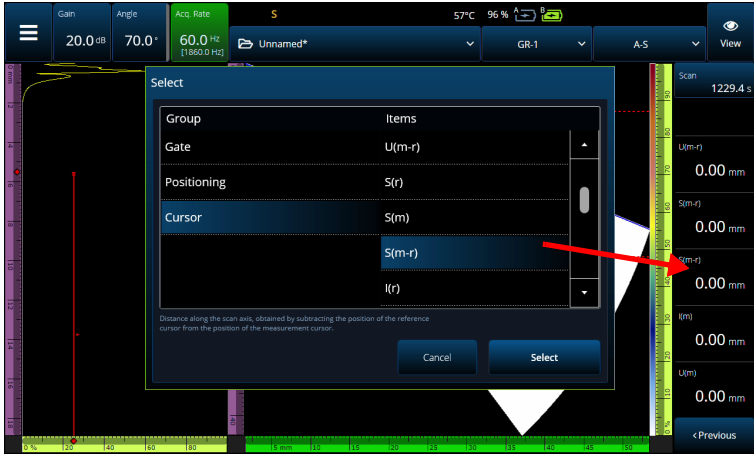

Figura 2-64 Exemplo de seleção de leitura
- b) Com **Select Reading** (selecionar leitura), você pode substituir uma leitura específica por qualquer das leituras disponíveis (Figura 2-64 na página 120).